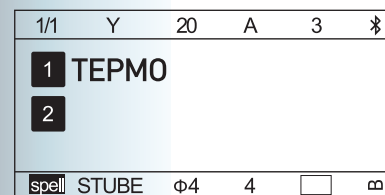

Рисунок 4.3-5
5) Нажмите **【Enter】**, после чего для ввода будет доступна новая строка, она отобразится на дисплее (Рис. 4.3-5)